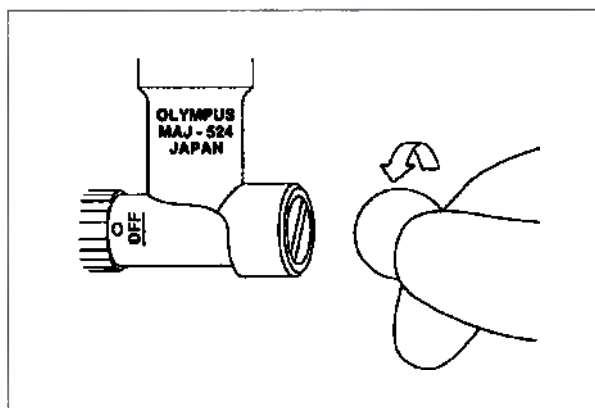

Рис. 3.15
- В случае попадания загрязнений в миниатюрный источник света снимите крышку держателя аккумулятора и держатель лампы согласно Рис. 3.15 и выполните их газовую стерилизацию этиленоксидом вместе с основным корпусом источника света, как описано в «РУКОВОДСТВЕ ПО ОБРАБОТКЕ ЭНДОСКОПОВ OLYMPUS ENF/LF».
1. Вставьте монету в паз на держателе лампы и поверните ее против часовой стрелки. Отсоедините держатель лампы от основного корпуса (см. Рис. 3.15).